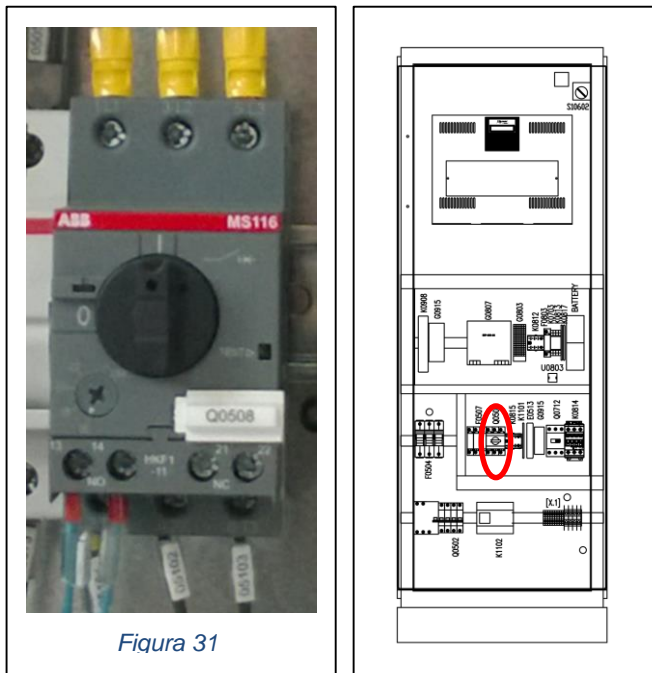

Figura 31
- Chiudere l'interruttore IP (Figura 31)